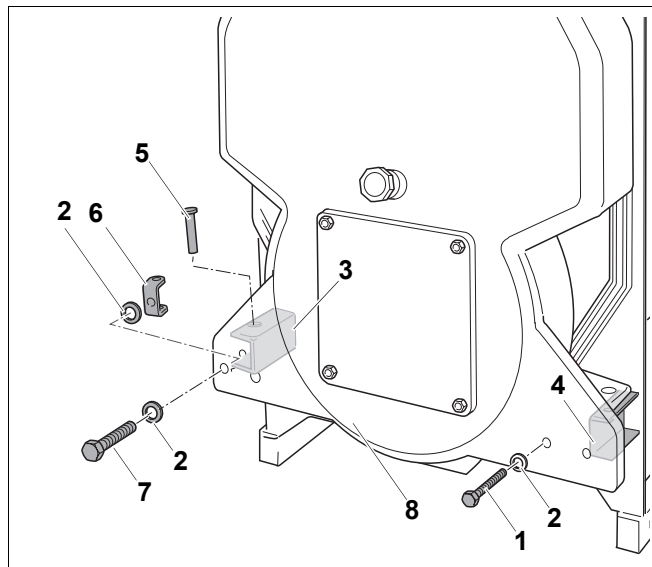

Рис. 10 Нижние шарниры
- Заверните болт M16 (рис. 10, поз. 7) с надетой на него шайбой (рис. 10, поз. 2) через дверь котла (рис. 10, поз. 8) в шарнир (рис. 10, поз. 3), на котором будет поворачиваться дверь.
- Заверните болт M16 (рис. 10, поз. 7) в шарнирную вилку (рис. 10, поз. 6).
При установке шарнирной оси (рис. 10, поз. 5) ее головка должна находиться сверху.
- Вставьте ось (рис. 10, поз. 5) в нижний левый шарнир через шарнирную вилку (рис. 10, поз. 6).
- Вставьте болт M12 (рис. 10, поз. 1) с надетой на него шайбой (рис. 10, поз. 2) через дверь котла в резьбовое отверстие в передней стенке и заверните его.